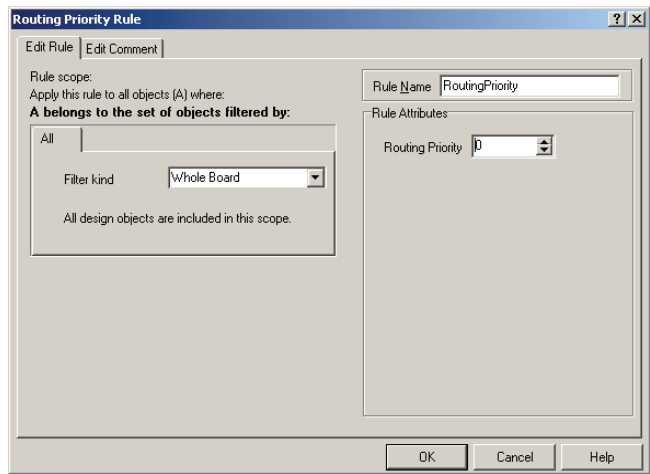

图 6-66 “Routing Priority Rule”对话框
4) Routing Priority: 该选项可以设置布线的优先级，即布线的先后顺序。先布线的网络的优先权比后布线的网络的优先权要高。Protel 提供了 0~100 个优先权设定，数字 0 代表的优先权最低，数字 100 代表该网络的布线优先权最高。双击“Routing Priority”选项，系统将会弹出如图 6-66 所示的“Routing Priority Rule (布线优先权)”对话框。用户也可以将光标移动到“Routing Priority”处右击，然后从弹出的快捷菜单中选择“Properties”命令，也